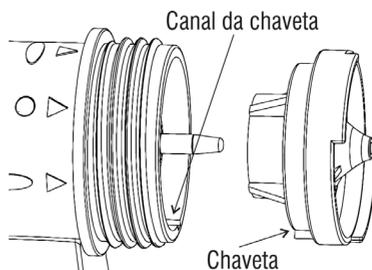

Fig. 10 - Montagem da capa de ar
- Para remontar a capa de ar deve-se encaixar a chave de posicionamento no seu encaixe, conforme Fig. 10. Remonte os demais componentes;